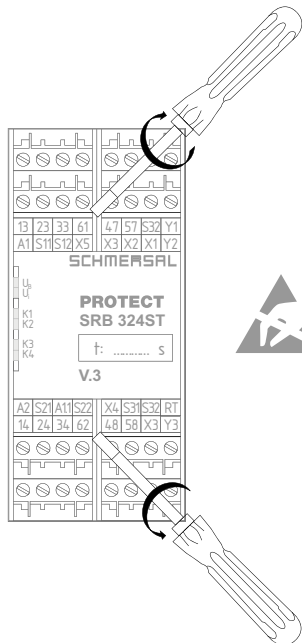

Abb. 2
Öffnen der Frontabdeckung (siehe Abb. 2)
- Der Taster S1 befindet sich unter der Frontabdeckung des Bausteins (siehe Abb. 2 und 3).